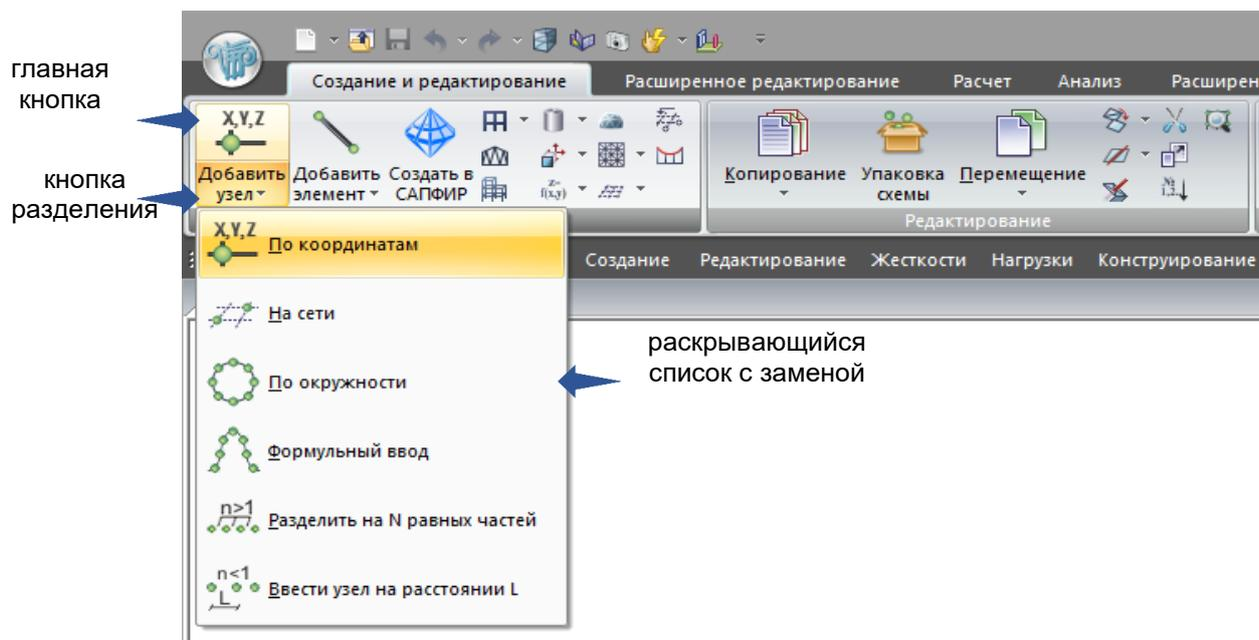

Рис. 3. Раскрывающийся список с заменой на панели ленты
- Большие кнопки с текстом в виде раскрывающихся списков (рис.3);
Раскрывающийся список с заменой (рис.3) - раскрывающийся список настроен как кнопка разделения, главная кнопка отображает последнюю использованную команду, которую впоследствии можно запустить уже не выбирая из списка, а просто щелчком по главной кнопке. Раскрывающийся список открывается щелчком по кнопке разделения.